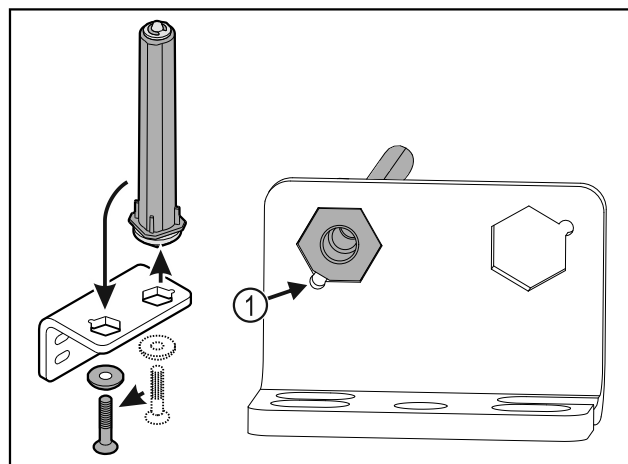

Fig. 38
- Aveți în vedere ca la introducerea, țesătura bolțului Fig. 38 (1) să fie orientată spre orificiul rotund.